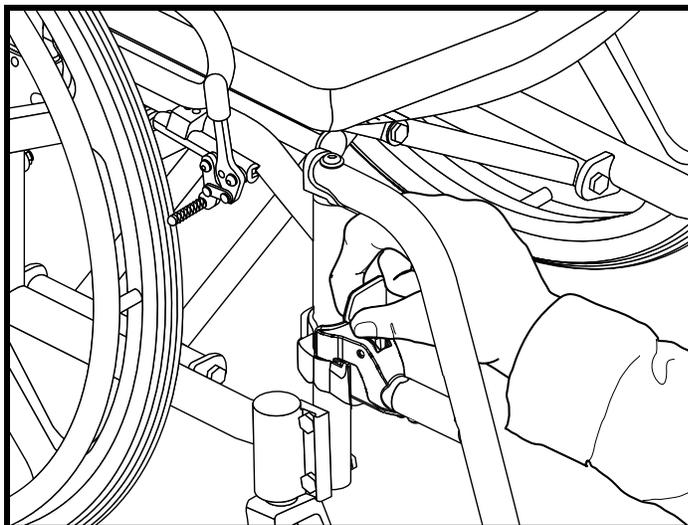

Figure 22. Pour débloquer un SFR
1. Tirez le levier de détente vers l'arrière. Voir la figure 22.